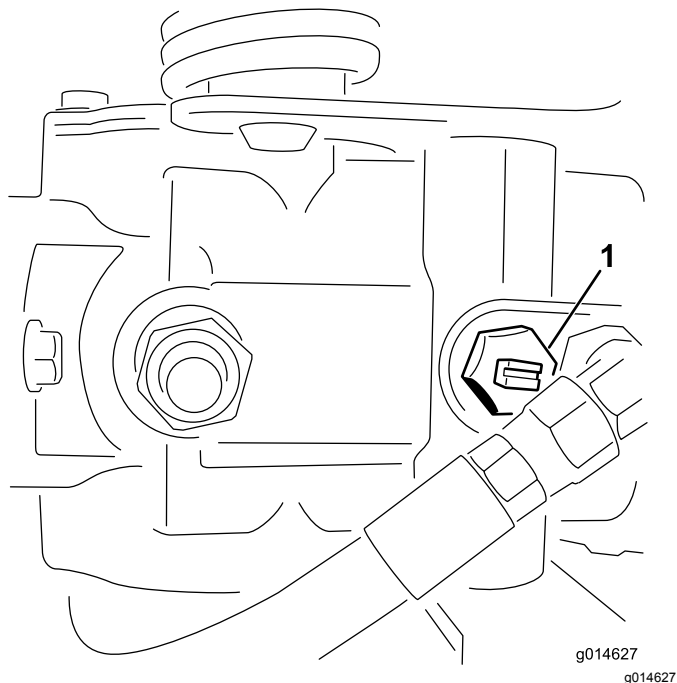

Figura 23
1. Girate la valvola bypass sulla pompa in modo che la scanalatura sia verticale (Figura 23).
2. Prima di avviare il motore chiudete la valvola bypass girandola in modo che la scanalatura sia orizzontale (Figura 23). Non avviate il motore quando la valvola è aperta.